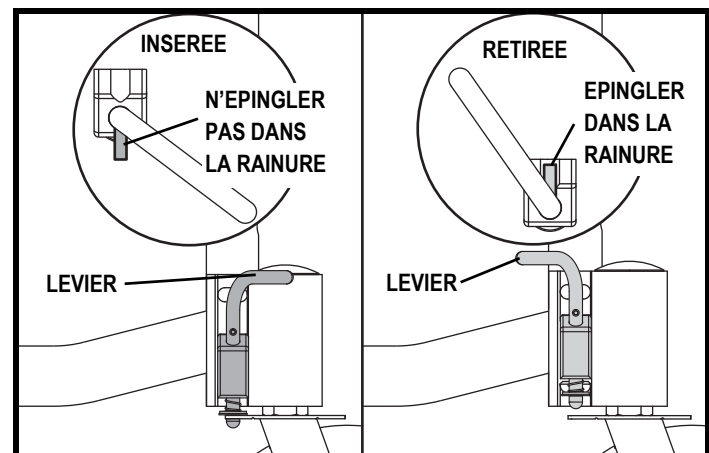

Figure 11. Utilisation des goupilles de blocage de roues avant
1. Tournez le levier pour que la goupille de sécurité ne soit pas dans la rainure afin d'insérer la goupille de blocage. Voir la figure 11.
2. Tournez le levier pour que la goupille de sécurité soit dans la rainure afin de retirer la goupille de blocage. Voir la figure 11.